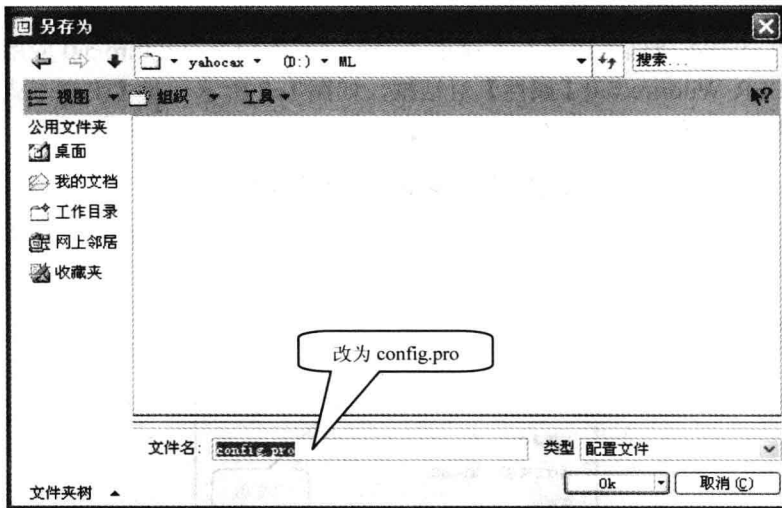

图 1-11 【另存为】对话框
STEP 3 在【选项】对话框中单击  按钮, Pro/ENGINEER 系统弹出【另存为】对话框, 如图 1-11 所示。将图示中的【文件名】文本框改为 config.pro, 单击  按钮, 在 Pro/ENGINEER Wildfire 5.0 的【起始位置】就创建了 config.pro 文件。